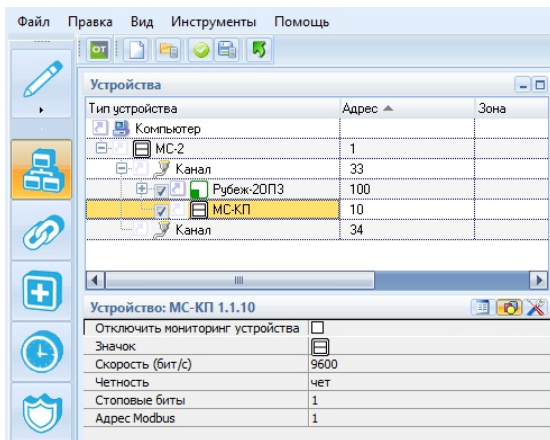

Рисунок 5
6.6 В списке устройств ПО FireSec (рисунок 5), выделив МС-КП, перейти в поле «Устройство: МС-КП», где из предлагаемых значений выбрать «Скорость» (скорость обмена по каналу «2»), «Стоповые биты», проверку на «Четность» и задать с помощью клавиатуры «Адрес Mod Bus» (от 1 до 247).